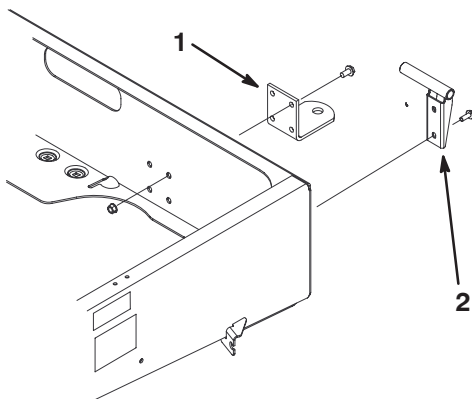

Bild 7
- Fluchten Sie die Anbauvorrichtung mit den Befestigungslöchern im Chassis aus. Befestigen Sie die Anbauvorrichtung mit den Schrauben und Muttern (Bild 7).
- Montieren Sie die linke Schwenkhalterung mit zwei Bundschrauben (3/8 x 1 Zoll) an der linken hinteren Ecke des Chassis. Positionieren Sie die Halterung wie in Bild 7 dargestellt.